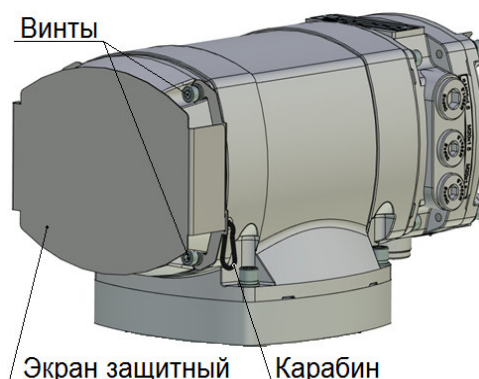

Рисунок 3 – Расположение экрана защитного на лицевой панели
- экраном защитным от механических и атмосферных воздействий для лицевой панели см. рисунок 3;
1.4.11 Опция: **экран защитный** ЯЛБИ.421949.008 предназначен для дополнительной защиты лицевой панели (органов управления и индикации ПМУ) от механических и атмосферных воздействий, см. рисунок 3.
Экран фиксируется в закрытом положении карабином (или навесным замком) из комплекта поставки (рисунок 3).